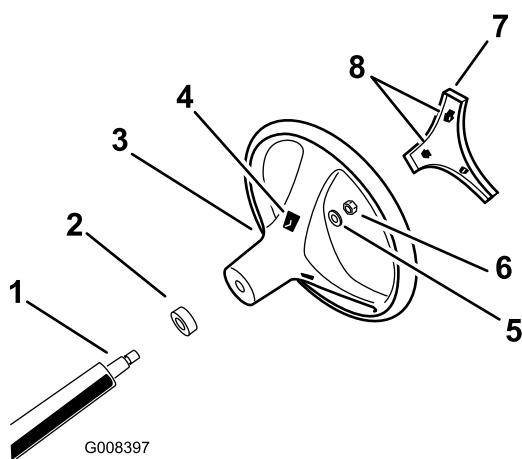

Figura 3
- Attraverso le aperture sul retro del volante, sganciate le linguette di bloccaggio del coperchio centrale e togliete il coperchio dal volante (Figura 3).
- Togliete il dado di bloccaggio e la rondella dal piantone dello sterzo (Figura 3).
- Allineate il volante sulle scanalature del piantone (Figura 3).
- Montate la rondella e il dado di bloccaggio del piantone dello sterzo (Figura 3).
- Allineate le linguette del coperchio centrale alle aperture nel volante e premete il coperchio sul volante finché le linguette di bloccaggio non scattano in posizione (Figura 3).